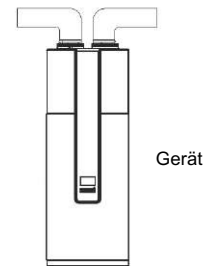

Abb.3-
- Falls Regen in die internen Komponenten des Geräts eindringt, können die Komponenten beschädigt werden oder eine körperliche Gefahr verursachen. (Abb. 3–4)
- Wenn das Gerät über einen nach außen geführten Luftkanal angeschlossen ist, muss am Luftkanal eine zuverlässige wasserbeständige Maßnahme durchgeführt werden, um zu verhindern, dass Wasser in das Geräteinnere tropft. (Abb. 3–4)